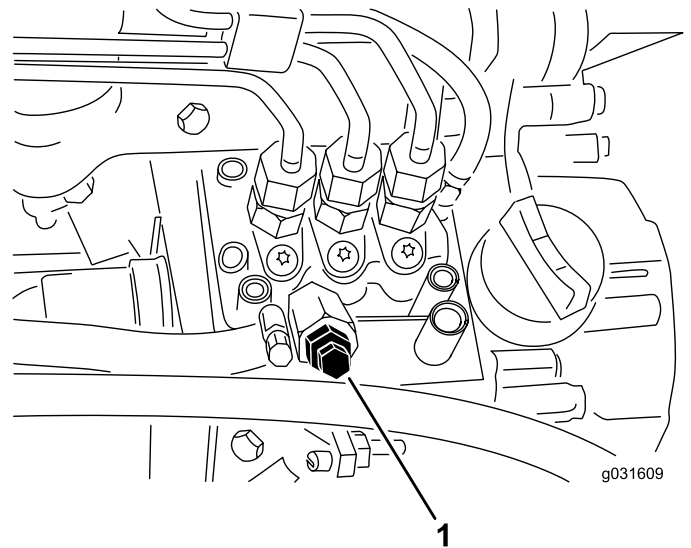

Figura 50
4. Aprite la vite di spurgo dell'aria, situata sulla pompa di iniezione del carburante (Figura 50).